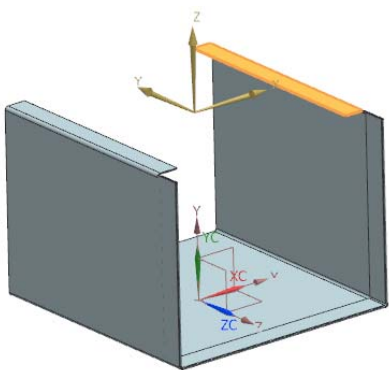

图 7-102 选择草图工作平面
(2) 单击“绘制截面”按钮 ，打开“创建草图”对话框。在视图区选择草图工作平面，如图 7-102 所示。